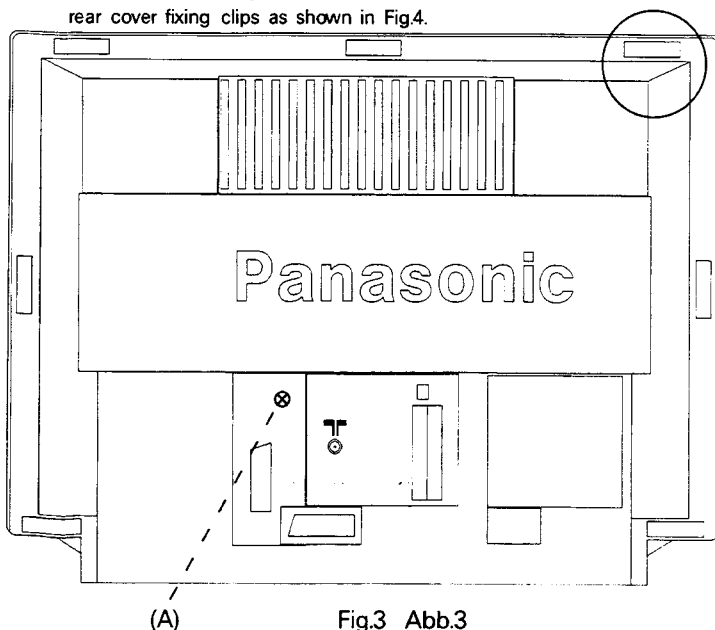

Fig.3 Abb.3
1. Remove the screw (A) as shown in Fig.3.
1. Die Schrauben (A) entfernen, siehe Abb.3.